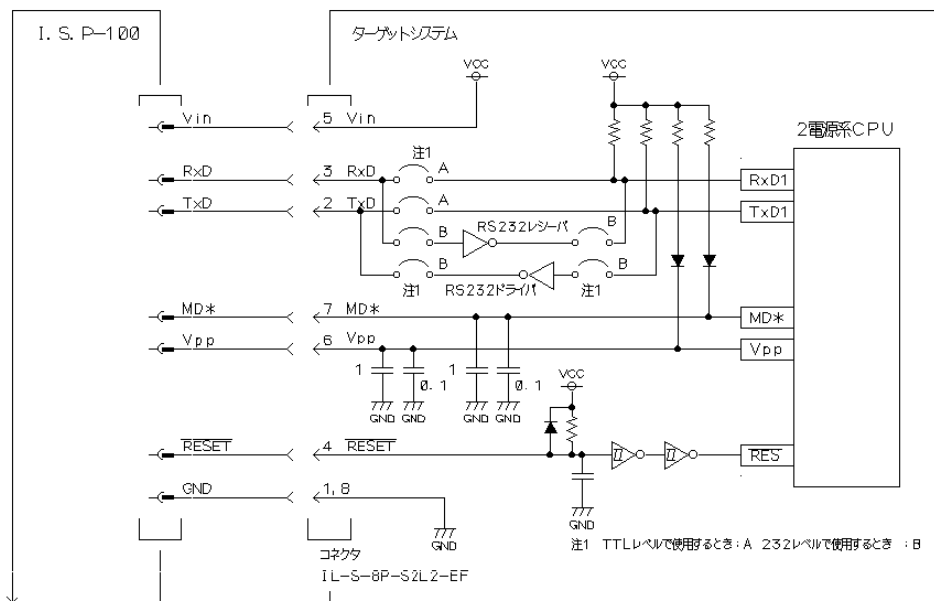

Fig. 3
- (1) Fig. 3を参照に回路を構成下さい。推奨接続コネクタは IL - S - 8P - S2L2 - EF (JAE製)です。
- (2) Vpp端子、MD*端子を通常動作時Vccへプルアップして使用する場合は、書込み時に12Vが印可されますのでVccラインへの逆電流を防止するためダイオードを挿入して下さい。プルアップは約10k程度が必要です。
- (3) Vpp端子、MD*端子は、オーバーシュート、ノイズ除去の為CPUの端子近くにコンデンサを挿入下さい
- (4) /RES端子はオープンコレクタ出力のため約10k程度プルアップが必要です。
- (5) SCI端子は232レベルとTTLレベルが選択されます。システムと接続される前に選択下さい。接続してからの切替は絶対行わないで下さい。
- (6) 通常動作時SCIを使用する場合切替回路が必要です。
- (7) TTLレベルはシステムの電圧に併せて5V/3Vが選択されます。システムと接続される前に選択下さい。接続してからの切替は絶対行わないで下さい。
- (8) Vinの電流量は数mA程度必要です。(18,外部インターフェイスを参照下さい)